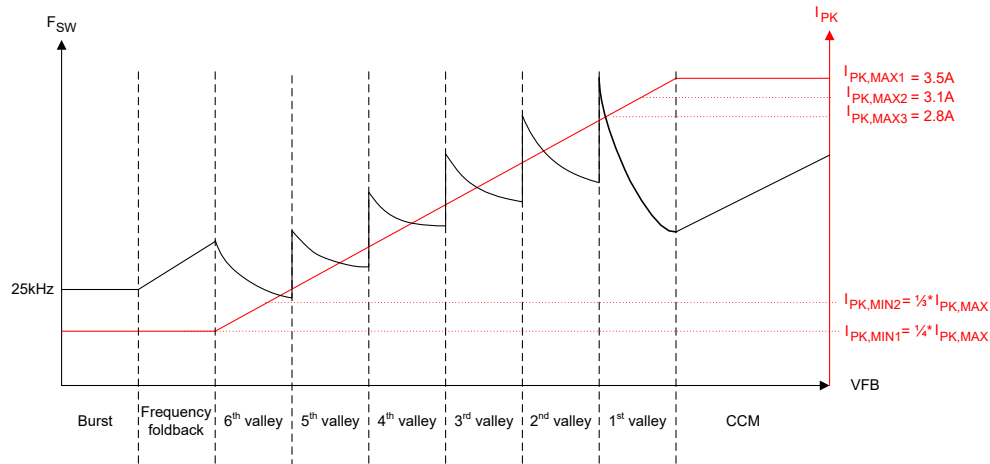
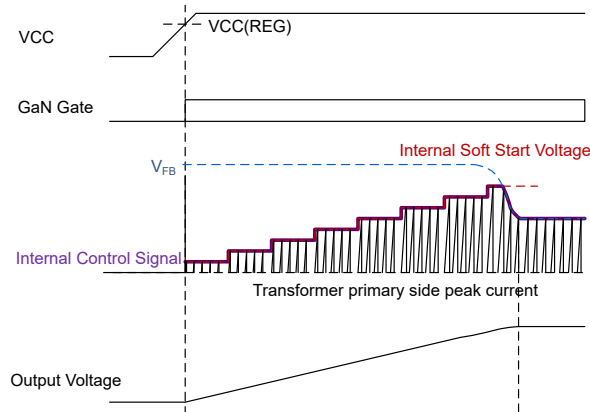

図 7-3. UCG2882x 制御規則
図 7-8. ソフト スタート シーケンス
出力レギュレーションを行うには、フィードバック (FB) ピンをオプ्टカプラのコレクタに接続します。このピンには、オプ्टカプラのバイアス用に 60k Ω の内部プルアップが備わっています。このピンの瞬間電圧は、図 7-3 の制御規則に基づいて、スイッチング周波数、ピーク電流、動作モード (バースト、フォールドバック、バレー スイッチング、または CCM) を決定し、必要な出力電力を供給します。高周波ノイズ フィルタリングのため、このピンとグラウンドとの間に 100pF または 220pF のコンデンサを接続します。
したがって、UCG2882x では、各スイッチング サイクルで、ピーク電流スレッシュホールドに達した後に、1 次側 GaN HEMT がオフになり、不連続モード (DCM) 動作中に磁化リングで次のターゲット バレーでオンになります。1 次側ピーク電流とターゲットの瞬時値は、図 7-3 の制御規則に従って帰還 (FB) ピン電圧によって決定されます。FB ピンをオプトカプラ コレクタに接続します。負の帰還ループは、出力で特定の V_{OUT} および P_{OUT} をサポートするために必要な値に FB ピンの電圧を設定します。後で説明するように、本デバイスはバースト、周波数フォールドバック、バレー スwitchング、連続導通モードの 4 つの動作モードのいずれかで動作できます。
図 7-3 に示す制御規則では、UCG2882x は最大ピーク電流 $I_{PK, MAX}$ を選択できる柔軟性を備えており、定格負荷および変圧器サイズでのスイッチング周波数に対して最適化できます。 $I_{PK, MAX}$ の各設定について、最小ピーク電流 $I_{PK, MIN}$ に対して $1/3$ または $1/4$ のスケーリング比を使用できます。この $I_{PK, MIN}$ 値によって、フライバック コンバータが周波数フォールドバックまたはバースト モードで動作しているときの軽負荷条件でのスイッチング周波数および損失が決定されます。 $I_{PK, MAX}$ 、 $I_{PK, MIN}$ のすべての値について、式 1 のとおり、制御規則のピーク電流と帰還電圧の勾配は同じに変わりません。表 7-5 に、表 7-2 のさまざまなピーク電流設定に対する、異なるモード間およびバレー間で遷移するためのスレッシュホールド電圧を示します。
UCG2882x は、スイッチング損失を低減するため、ソフト スイッチングとバレーでの 1 次側 FET ターンオンで動作するように設計されています。コンバータは、ピーク負荷過渡時を除き、バレー スイッチングで動作します。ピーク負荷過渡時には、CCM モード (CDX ピンを使用して有効化されている場合) に制御が移行する場合があります。バレー スイッチングモード中、目標バレーおよびピーク電流スレッシュホールドは 図 7-3 および 式 1 の制御規則によって制御されます。
図 7-3 に示すように、出力電力が増加して最初のパレー QR 動作の境界に達すると、制御は I_{PK} を選択された最大値 $I_{PK, MAX}$ にクランプし、CCM モードで 2 次側導通時間 T_{OFF} の減少を開始します。この T_{OFF} 時間の減少は、FB ピンの電圧が QR モードのオフ時間の 50% まで上昇することに比例して、QR モードの出力電力供給能力の最大 1.5 倍に達します。CCM モードでは、1 次側磁化インダクタンス L_M を使用し、CCM モードで周波数クランプに当たらないよう十分な大きさで、またアプリケーションの要件に応じて出力電圧リップルを増大させる可能性のある低調波発振を避ける必要があります。長時間の出力電力過渡に対して、コンバータは 10ms CCM タイマが満了した後に最初のパレー QR モードに戻り、QR モードで動作している間、QR および CCM モードの遷移点で可能な最大の出力電力を供給し続けます。表 7-4 の値に応じて、CDX ピンと GND の間に抵抗を接続して CCM モード動作をイネーブル/ディセーブルにできる柔軟性があります。
フライバック コンバータがオンになると、0V の出力電圧で起動します。これによって、フィードバック電圧 FB が最大値にクランプされ、過負荷保護がトリガされる可能性があります。これを防ぐため、UCG2882x はソフト スタート モードで起動します。図 7-8 に示すように、この期間中、内部 FB 電圧ランプは 0V から最大値 (4ms) まで 8 ステップ増加します。内部 FB ランプの最大値は、FB ピン電圧が $I_{PK, MAX}$ の 80% に相当する値であり、IPK ピンのさまざまな抵抗設定に対して変化します。この期間中は、この内部ランプ電圧のうち小さい方と実際の FB ピン電圧を使用して、図 7-3 の制御規則でデバイスの動作点を決定します。4ms の終わりに内部 FB ランプ電圧が最大値に達すると、出力レギュレーション用に制御が FB ピン電圧に転送されます。ソフト スタート シーケンスは、起動時、またはフォルト (自動再試行またはラッチ) およびブラウナウト状態から回復するたびに実行されます。最小周波数クランプは、ソフト スタート時にのみ 10kHz に変更されます (その他の場合は、通常動作中 25kHz)。これは、起動時にバレーが欠落しており、制御法則により、出力コンデンサを充電するために、最後のターンオン エッジから 100 μ s ごとに 1 次 GaN HEMT のターンオンが強制される場合に役立ちます。